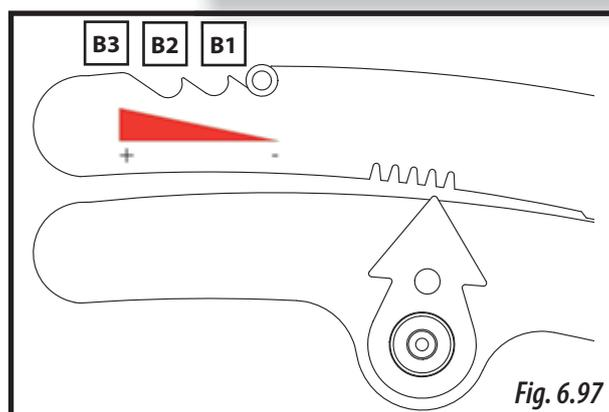
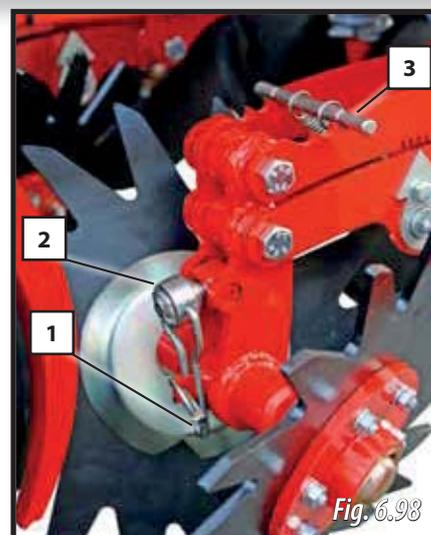

Fig. 6.97
Fig. 6.98
Pour régler la pression des chasse-débris, tirez la manette (3, Fig. 6.98) et placez-la sur l'une des trois positions de travail (B1, B2 ou B3, Fig. 6.97).
- 1- Retirez la goupille (1, Fig. 6.98) pour libérer la manivelle (2, Fig. 6.98).
- 2- Soulevez les déchaumeurs d'une main et, de l'autre, tournez la manivelle pour atteindre la profondeur maximale souhaitée. Pour cela, aidez-vous de la jauge de profondeur (3, Fig. 6.98).
- 3- Une fois la profondeur établie, baissez la manivelle (2, Fig. 6.98) et remettez la goupille en place (1, Fig. 6.98) pour fixer la butée.